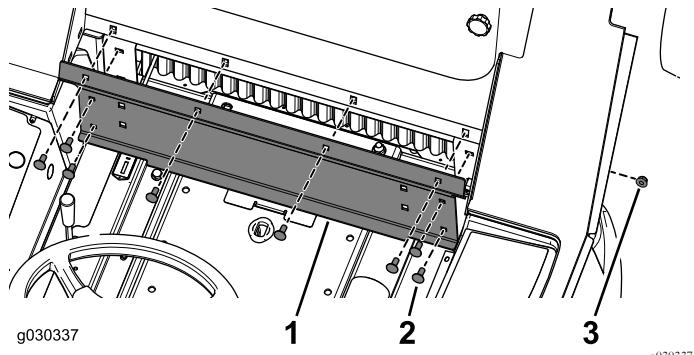

Figura 23
1. Fixe o painel posterior à cabina utilizando os 8 parafusos de carroçaria (5/16 pol. x 3/8 pol.) e as 8 porcas de bloqueio (Figura 23).